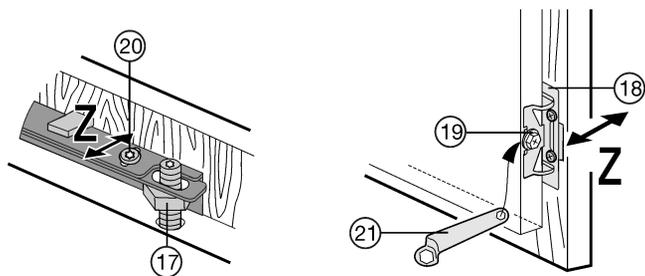

Fig. 26
- ▶ Allineare l'anta del mobile in profondità Z: svitare in alto le viti Fig. 26 (20), in basso le viti a testa esagonale Fig. 26 (19), quindi spostare l'anta.